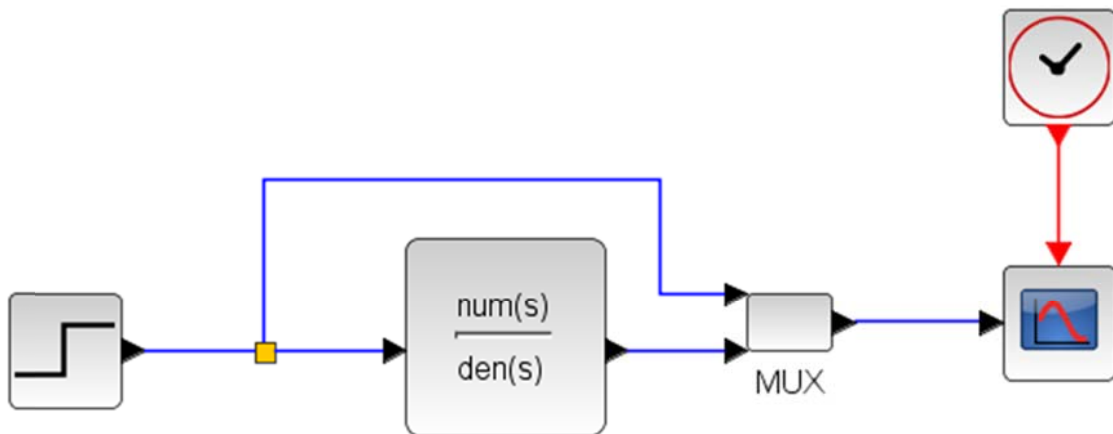

Fig. 4 : Schéma XCOS d'un système en BO
- Le schéma réalisé sous XCOS doit ressembler à celui de la Fig.4. Un multiplexeur est nécessaire pour visualiser les 2 signaux à l'oscilloscope. Il est aussi impératif d'utiliser un block « CLOCK_c » pour fixer le temps d'échantillonnage.